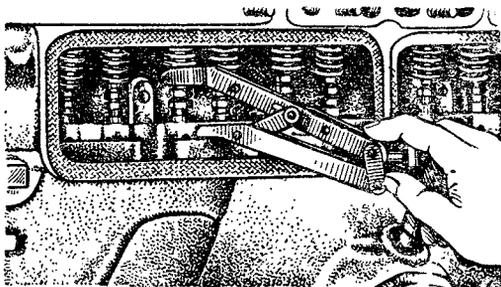
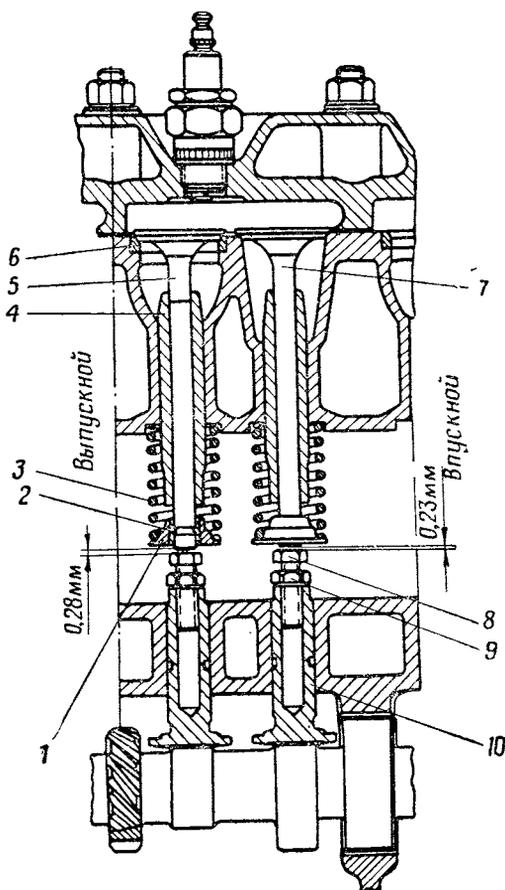
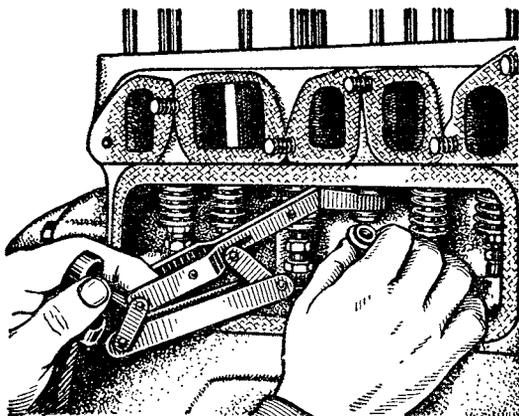
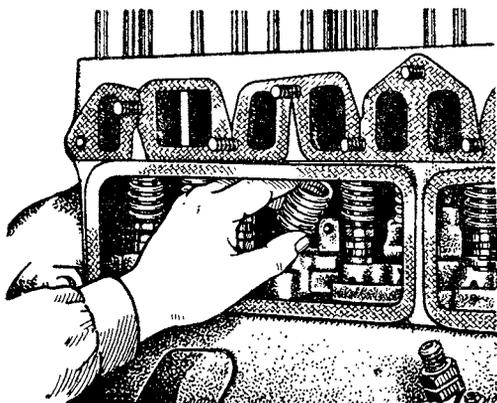

Рис. 62. Сжатие пружины клапана специальным приспособлением для снятия клапанных пружин
Рис. 63. Установка клапана:
Рис. 64. Снятие тарелки пружины клапана
Рис. 65. Снятие пружины клапана
12. Сжать пружину первого клапана специальным приспособлением (рис. 62), чтобы тарелка 1 (рис. 63) пружины освободила сухари 2, вынуть сухари и пометить на клапане порядковый номер. Отпустить пружину и вынуть клапан.
13. Сжать пружину, как показано на рис. 64, и снять тарелку пружины, отпустить и снять пружину (рис. 65).
2. Установить на место пружину 3 (рис. 63) первого клапана, сжать ее специальным приспособлением (рис. 64) и установить тарелку пружины (см. технические условия, п. а).
4. Сжать пружину первого клапана специальным приспособлением для снятия клапанных пружин, чтобы установить сухари 2 (рис. 63).
2. Проверить (рис. 66) зазоры между стержнями клапанов 7 (рис. 63) и регулировочными болтами 8 следующих клапанов: 2, 4, 5, 6, 10 и 12-го.
5. При необходимости регулировки зазоров клапанов необходимо отпустить контргайку 9 (рис. 63) регулировочного болта 8 и, удерживая толкатель 10 от повертывания, ввертывая или вывер-